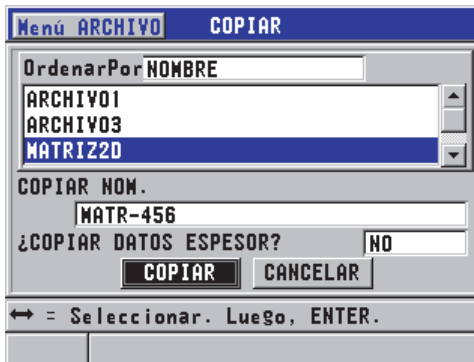

Figura 6-28 Pantalla COPIAR
2. En la pantalla **COPIAR** (véase la Figura 6-28 en la página 125):